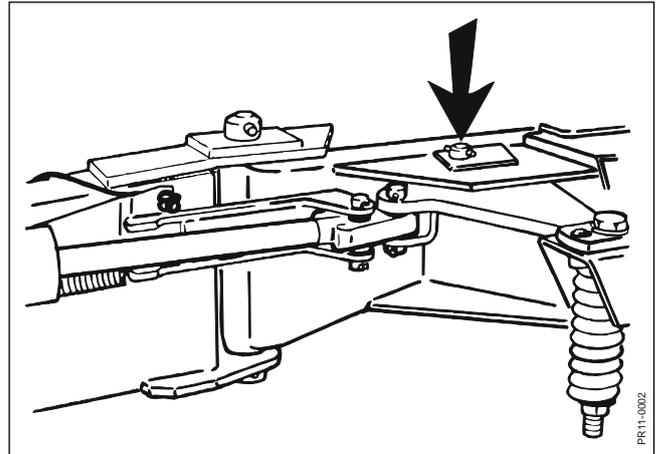

Fig. 2-2
- Fig. 2-2:** Den Hydraulikzylinder oder die mechanische Einstellstange mit Zapfen und Splint befestigen.